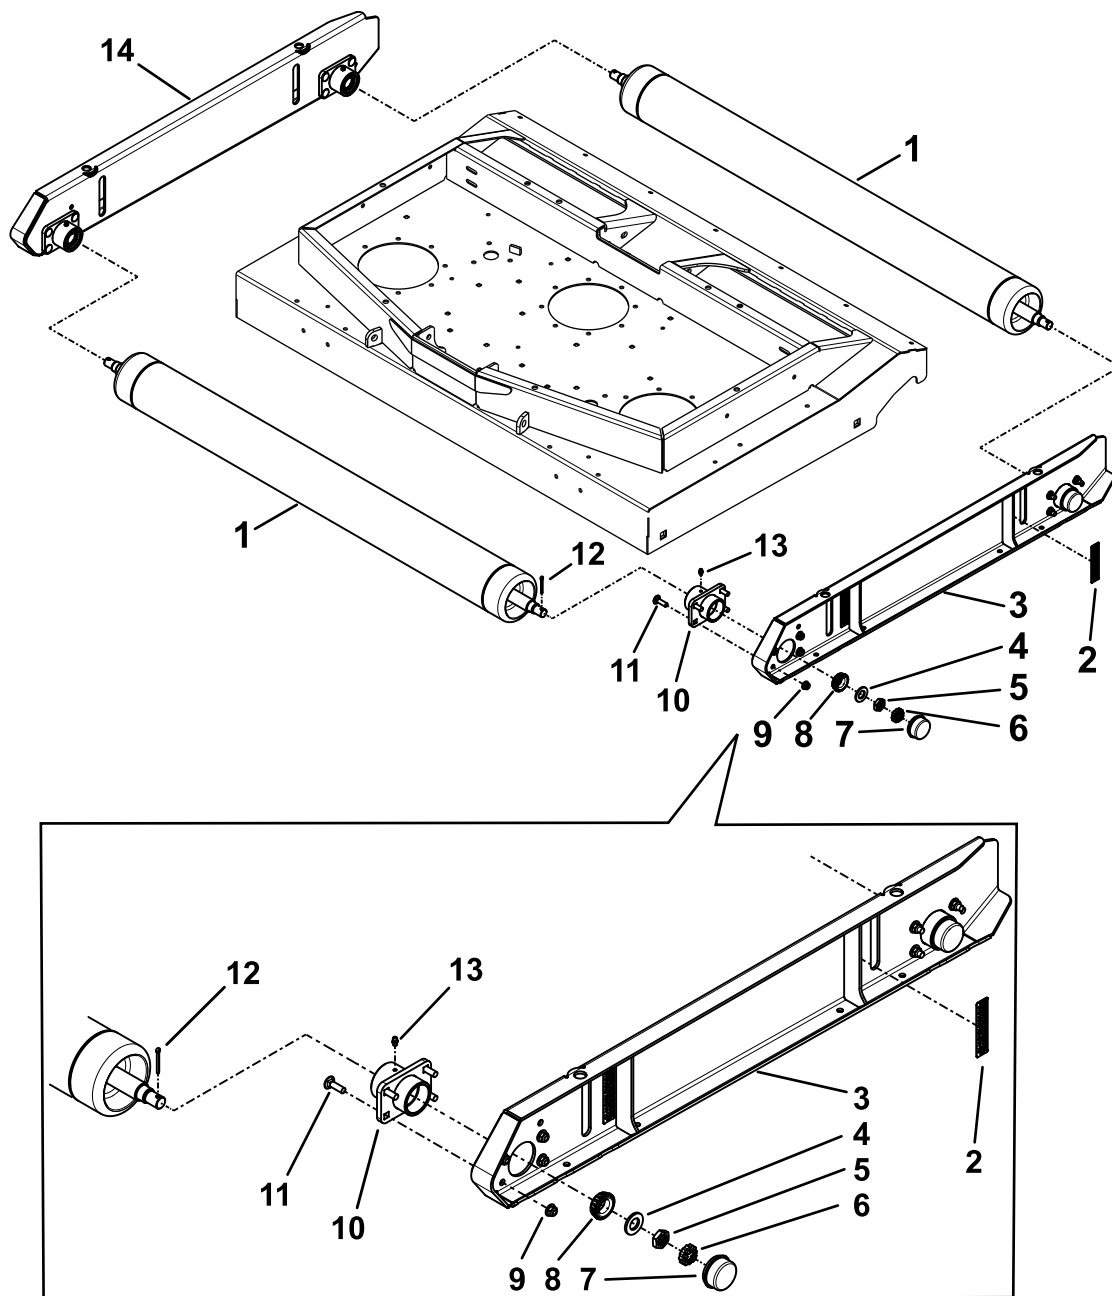

Рисунок 3
1. Установите масленки в ступицы в сборе (Рисунок 3).
4. Установите ступицы в сборе на каждый полоз с помощью 16 каретных болтов (3/8 x 1 1/4 дюйма) и 16 каретных болтов (3/8 x 1 1/4 дюйма): см. Рисунок 3.
6. Установите валики на собранный полоз с помощью 2 роликовых подшипников, 2 плоских шайб, 2 гаек (11/32 дюйма) и 2 контргаек (Рисунок 3).
8. Установите шплинт после того, как вы отрегулируете контргайку (Рисунок 3).
10. Установите валики на собранный полоз с помощью 2 роликовых подшипников, 2 плоских шайб, 2 гаек (11/32 дюйма) и 2 контргаек (Рисунок 3).
13. Установите шплинты и убедитесь в том, что все 4 шплинта зацепились за контргайки (Рисунок 3).
16. Установите пылезащитные крышки на каждый конец валиков (Рисунок 3).